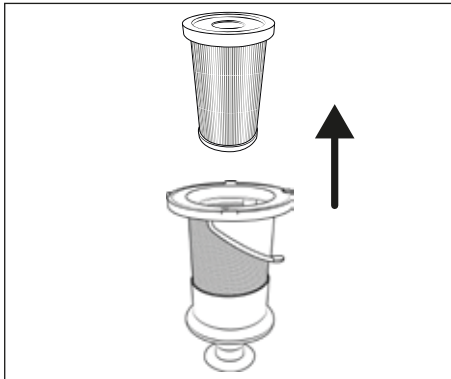

Abb. 18
- 3) Entnehmen Sie den HEPA-Filter **5** aus dem Edelstahlfilter **6**, indem Sie in die Öffnung des HEPA-Filters **5** greifen und diesen aus dem Edelstahlfilter **6** herausziehen (siehe Abb. 18).